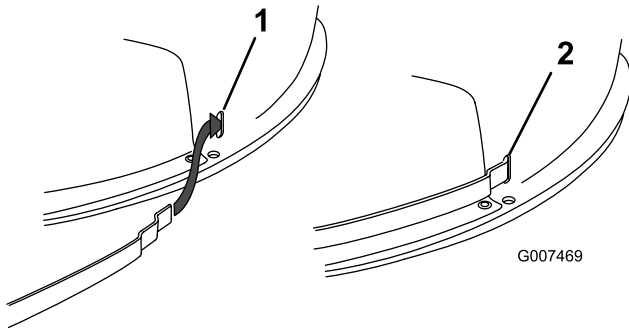

Figura 19
Nota: No retire las bridas de la carcasa del cortacésped. Si una brida se separa de la carcasa, introdúzcala tal y como muestra la Figura (Figura 19).
- Eleve el recogehierbas e instale el perno, las 2 arandelas y el pasador de horquilla para fijar el tubo de descarga a la chapa trasera (Figura 19).